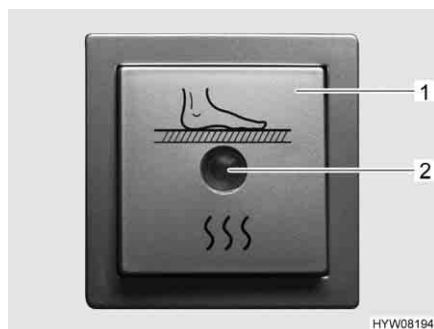

Fig. 79 Interruttore per riscaldamento elettrico del pavimento
- Premere l'interruttore a bilico (Fig. 79,1). La spia di controllo nell'interruttore (Fig. 79,2) si accende.
- Premere l'interruttore a bilico (Fig. 79,1). La spia di controllo (Fig. 79,2) nell'interruttore si spegne.